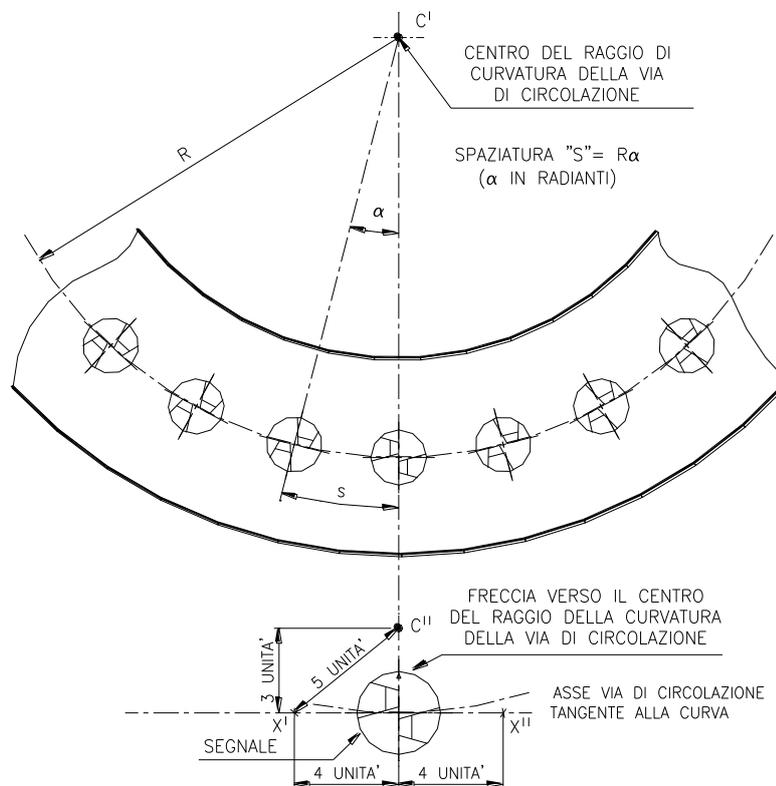

Figura 13 – Orientamento dei segnali nei tratti curvi
1. Usare lo schema di Figura 13 per determinare il raggio (R) della curva e marcare il centro della curva (C').
2. Determinare lo spazio longitudinale (S) tra le luci. La Tabella 2 si riferisce alle norme FAA AC 150/5340-30, mentre la Tabella 3 alle norme OACI Annesso 14 – Volume 1.
3. Localizzare e marcare la posizione di ogni segnale (C) asse vie di circolazione.